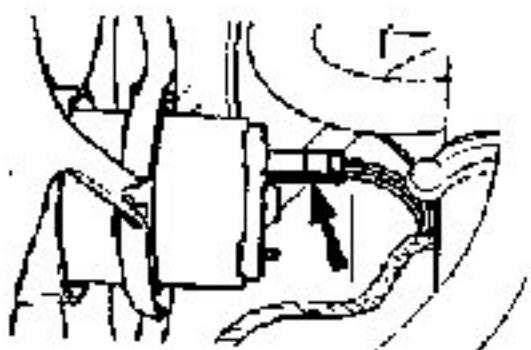

fig. 76
- Desligar o conector múltiplo, na parte traseira do motor do ventilador, e desencaixar o chicote da presilha do defletor de ar do radiador (fig. 76)